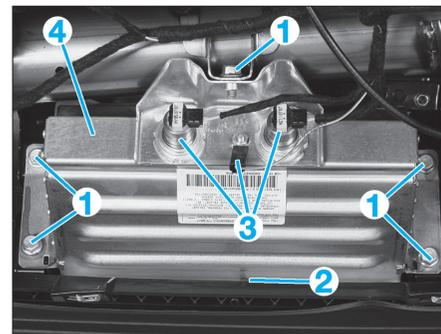

Fig. 5
- Déposer (Fig.5) :
- les vis (1),
- l'écrou (2).
- Débrancher les connecteurs (3).
- Déposer l'airbag (4).